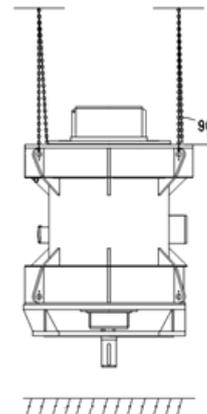

Figura 3.1: Manuseio dos motores
- O manuseamento dos motores verticais deve ser efetuado conforme indicado na Figura 3.1.